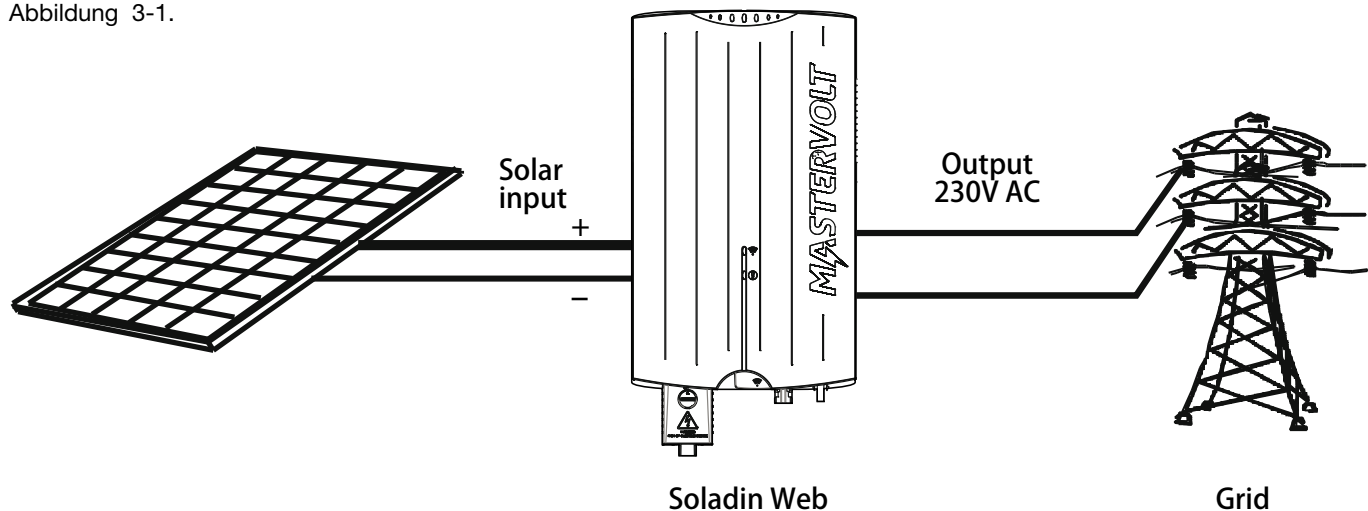

Abbildung 3-1: Schematische Darstellung des Soladin in einer Photovoltaik-Anlage
Der Soladin Web ist ein netzgekoppelter Wechselrichter auf Photovoltaik-Basis. Er wandelt den Hochspannungsgleichstrom von den Photovoltaik (PV)-Paneele in Wechselstrom um. Der Wechselstrom wird wieder zurück in das öffentliche Versorgungsnetz gespeist, siehe Abbildung 3-1.
Siehe Abbildung 3-1. Die Hauptaufgabe des Soladin Web besteht darin, Gleichstrom, der durch die PV-Module erzeugt wurde, in Wechselstrom umzuwandeln und wieder in das öffentliche Versorgungsnetz einzuspeisen.